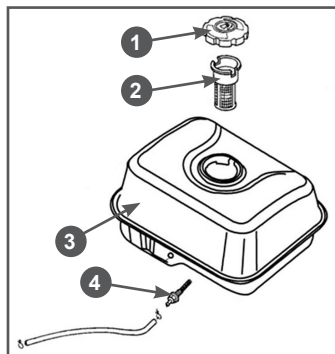

Рис. 26 Топливный бак и топливные фильтры
В топливном баке установлены два сетчатых топливных фильтра. Один фильтр устанавливается в заливной горловине топливного бака. Второй фильтр конструктивно объединен со штуцером топливного бака и установлен внутри бака (Рис. 26).
Каждые 300 часов работы или один раз в год в зависимости от того, что наступит раньше, необходимо производить очистку топливного бака от грязи и конденсата. Перед этим рекомендуется полностью выработать топливо. Одновременно с очисткой топливного бака необходимо проверить и очистить фильтр 4, установленный внутри бака (Рис. 26).
3. Выкрутите из топливного бака выходной штуцер 4 и произведите его очистку (Рис. 26). Внимательно осмотрите сетчатый фильтр. При обнаружении механических повреждений замените штуцер топливного бака.